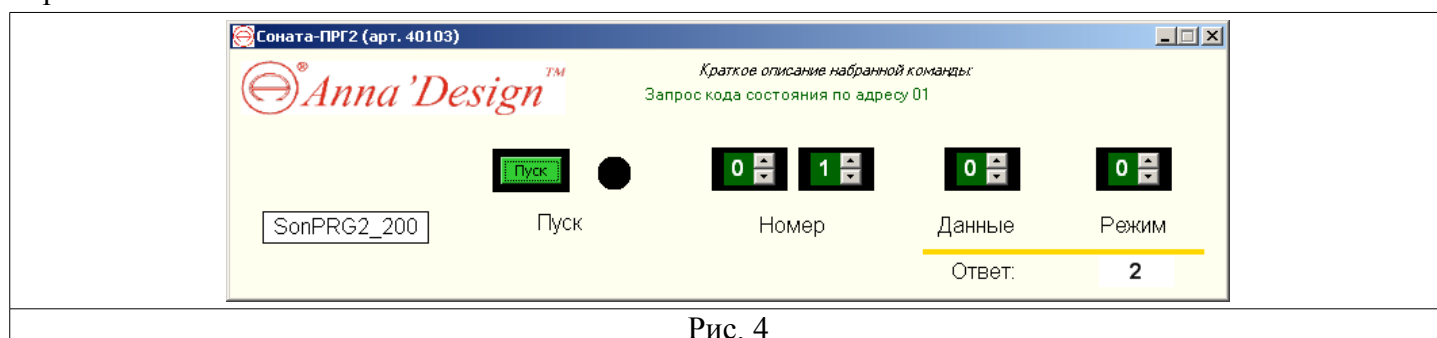

Рис. 4
3.4.2. Например, запроса кода состояния позволяет определить наличие устройства с заданным номером. Для получения соответствующей информации следует выполнить команду **Чтение РС**: Номер=**01**, Данные=**0**, Режим =**0**. В правом нижнем углу окна программы появляется ответ (см. рис. 4).